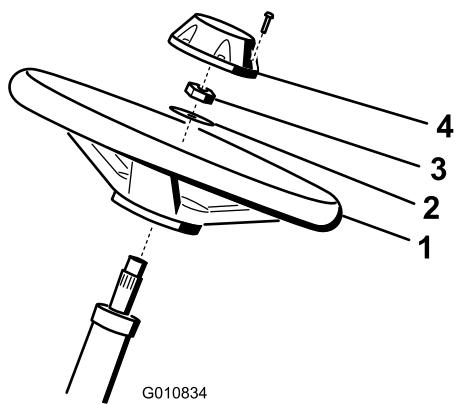

Рисунок 4
- Наденьте рулевое колесо на рулевой вал (Рисунок 4).
2. Наденьте шайбу на рулевой вал (Рисунок 4).
3. Закрепите рулевое колесо на валу контргайкой и затяните ее с моментом 27–35 Н·м (Рисунок 4).
4. Установите крышку на рулевом колесе и закрепите ее 6 болтами (Рисунок 4).